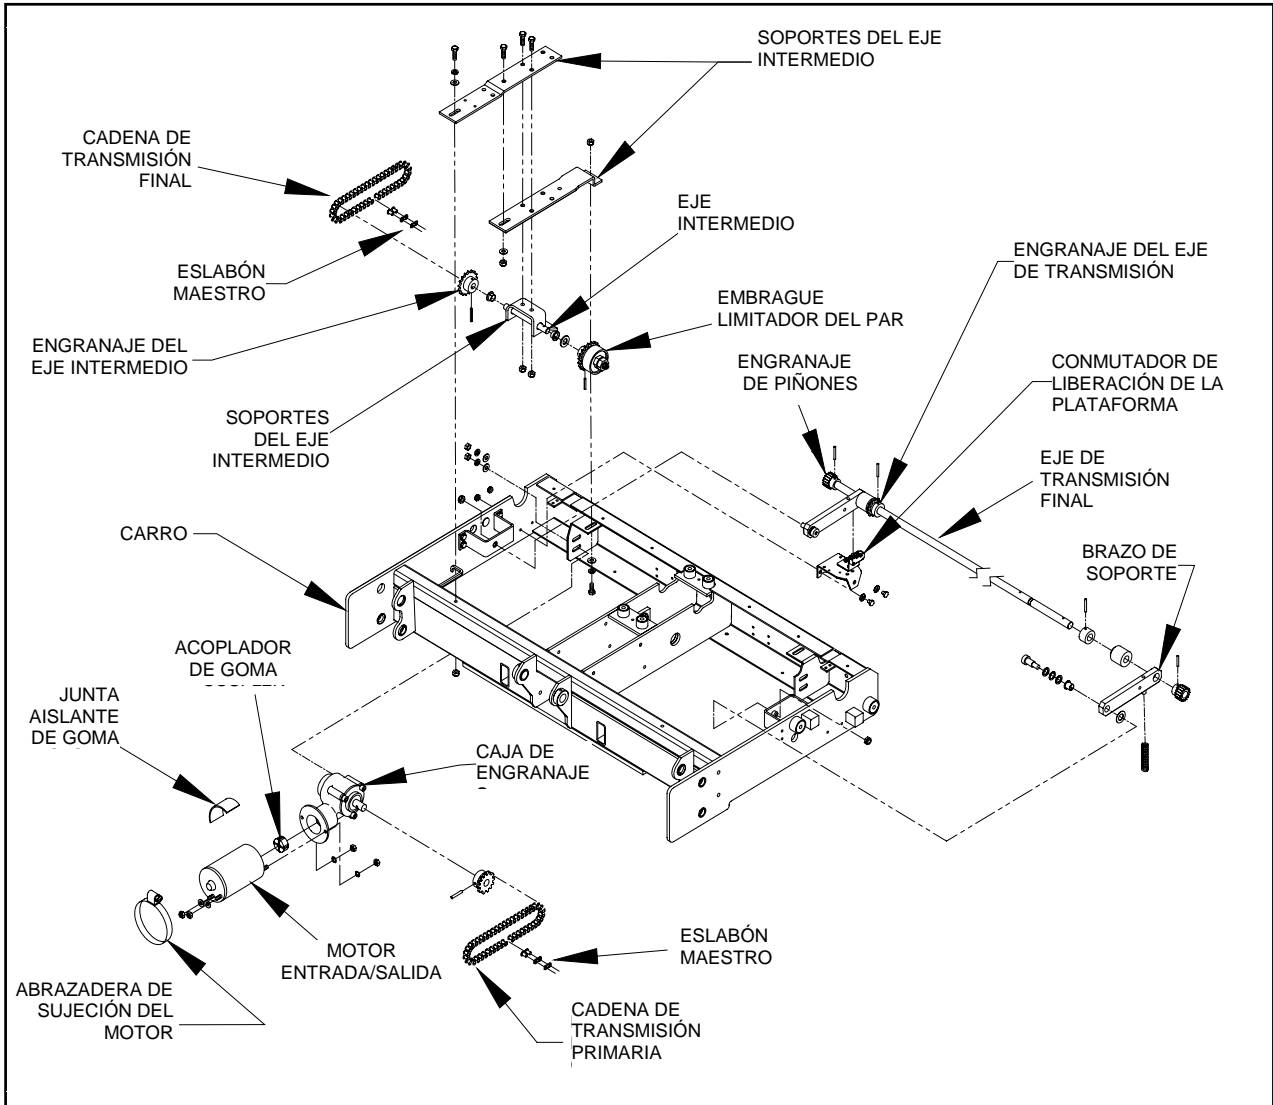

FIGURA 4-17: COMPONENTES DEL SISTEMA DE DESPLIEGADO
Consulte la **Figura 4-17**. El sistema de despliegado empuja el bastidor de desplazamiento (carro, bastidor de elevación y plataforma) hacia fuera o hacia dentro. Esta sección describe los principales elementos del sistema, incluyendo la forma en que funcionan, cómo extraerlos y volver a colocarlos en su sitio, y cómo llevar a cabo los ajustes.
- 6) Consulte la **Figura 4-17**. Afloje las tuercas que sujetan la caja de engranajes al carro.
- 4) Consulte la **Figura 4-17**. Coloque el eslabón maestro en la parte inferior central de su carrera moviendo hacia delante o hacia atrás la unidad del carro (use las funciones de desplegar y replugar).
- 4) Consulte la **Figura 4-17**. Coloque el eslabón maestro en la parte inferior central de su carrera moviendo hacia delante o hacia atrás la unidad del carro (use las funciones de desplegar y replegar).
- 1) Consulte la **Figura 4-17**. Compruebe que están flojos los dos tornillos que sujetan el soporte de montaje del eje intermedio al carro.
- 1) Consulte la **Figura 4-17**. Afloje la abrazadera de sujeción del motor que fija el grupo motorreductor a su apoyo.
- 3) Consulte la **Figura 4-17**. Afloje las tuercas que sujetan el ensamblaje del grupo motorreductor al carro.